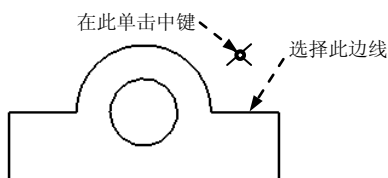
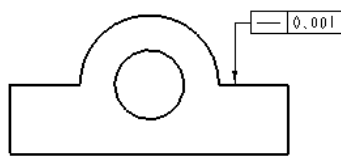

图 5.6.5 定义公差参照(一)
图 5.6.6 标注“直线度”
Step4. 定义公差参照。在“几何公差”对话框中参照:区域的类型下拉列表中选择边选项,单击按钮,在系统的提示下,选取图 5.6.5 所示的边线为公差参照。
(1) 在对话框中放置:区域的类型下拉列表中选择法向引线选项,系统弹出菜单,选择命令。
(2) 在系统的提示下,选取图 5.6.5 所示边线为放置位置参照。
(3) 在图 5.6.5 所示的位置单击中键,放置“直线度”公差符号,结果如图 5.6.6 所示。